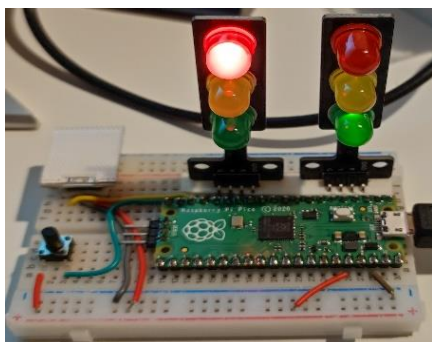

Figura 11
- il più veloce è costruire un prototipo con un'unica breadboard su cui assemblare tutti i componenti. Questo sistema non prevede la realizzazione dei disegni di tracciato stradale e la realizzazione della piattaforma su cui posizionare i vari componenti (**Figura 11**)